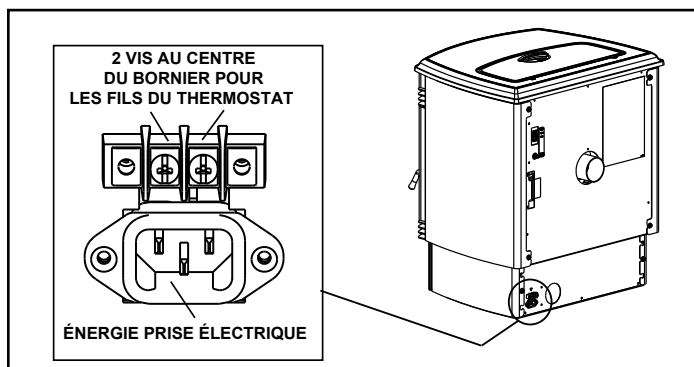

Figure 22.1
2. Connectez le fil du thermostat aux deux vis centrales du bornier du poêle. (Figure 22.1)
Il y a un bornier à 4 vis situé sur le coin inférieur gauche arrière du poêle directement au-dessus de l'entrée du cordon d'alimentation. Les 2 vis centrales sont pour les fils du thermostat (Figure 22.1).